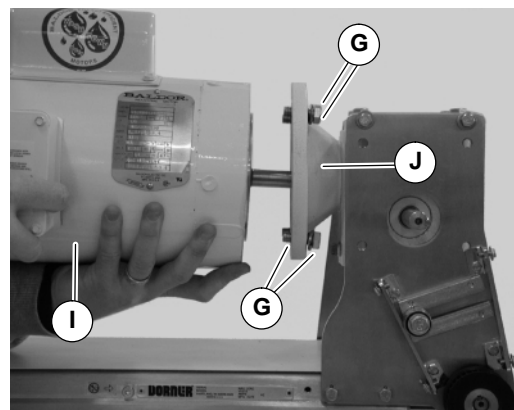

Abbildung 27
4. Die Schrauben und Beilagscheiben (G siehe Abbildung 27) entfernen. Motor (I) vom Untersetzungsgetriebe (J) abheben.